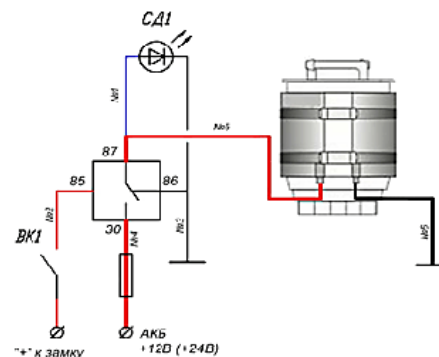

Рисунок 3
5.5 При подключении подогревателя к электрической бортовой сети **с ручным управлением подогревом** (рисунок 3):